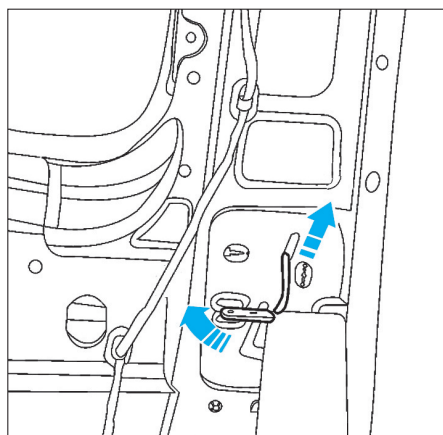

FIG. 26
- Dégrafer le déviateur de ceinture de sécurité latérale (Fig.26).